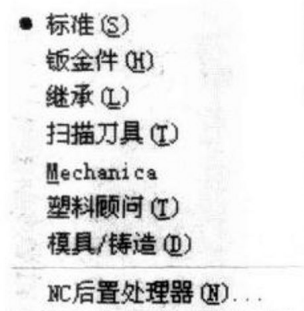
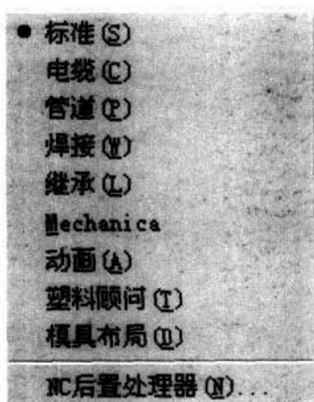

图 1.13
图 1.14
- 应用程序 切换应用程序的菜单。会根据不同的环境显示不同的下拉菜单,图 1.13 和图 1.14 就是分别在零件模式和装配模式下的菜单。